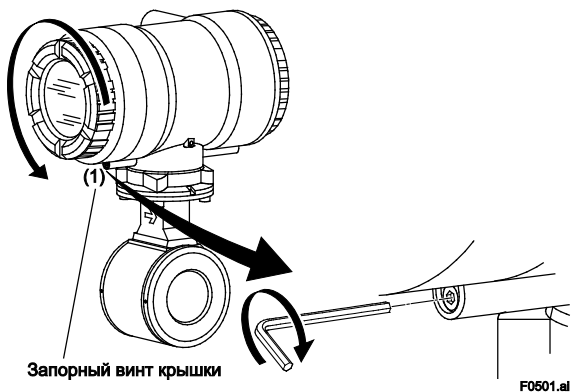
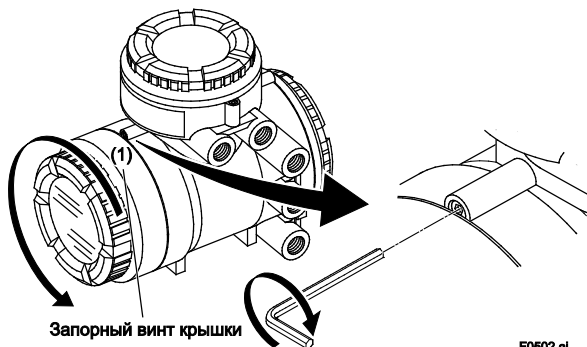

Рис. 5.1.1 Снятие крышки индикатора (расходомер интегрированного типа AXG)
Рис. 5.1.2 Снятие крышки индикатора (вынесенный преобразователь AXG4A)
- Освободите запорный винт крышки (1) (см. Рис. 5.1.1 и Рис. 5.1.2), поворачивая его по часовой стрелке шестигранным гаечным ключом, чтобы разблокировать крышку. При доставке с завода-изготовителя крышка заблокирована. Держите расходомер в руке. Снимите крышку, вращая ее против часовой стрелки.
- Чтобы зафиксировать крышку, закрепите ее с помощью запорного винта крышки (1) (см. Рис 5.1.1 и Рис. 5.1.2), поворачивая его против часовой стрелки шестигранным гаечным ключом (с номинальным размером 3).